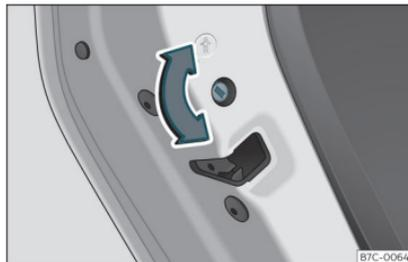

Fig. 76 Sécurité enfants de la porte gauche.
» fig. 76 et dans le sens antihoraire pour les portes de droite.
- Lorsque la porte est ouverte, tournez la rainure avec la clé du véhicule dans le sens antihoraire pour les portes de gauche » fig. 76 et dans le sens horaire pour les portes de droite.